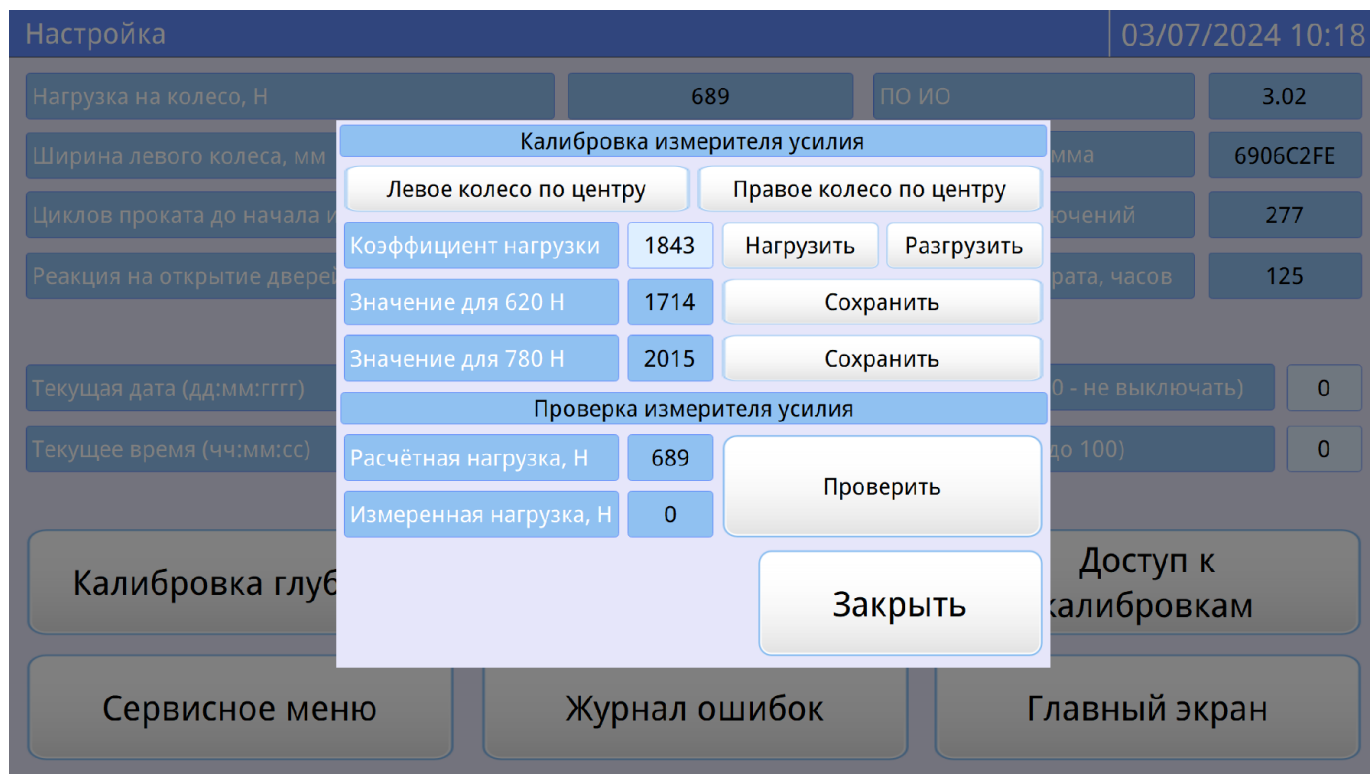

Рисунок 21 – Окно «Калибровка измерителя усилия»
5.8.4 Нажать кнопку **[Калибровка усилия]**. При этом откроется окно «**Калибровка измерителя усилия**» (см. рисунок 21).
5.8.9.1 Нажать кнопку **[Калибровка усилия]**. При этом откроется окно **«Калибровка измерителя усилия»** (см. рисунок 21).